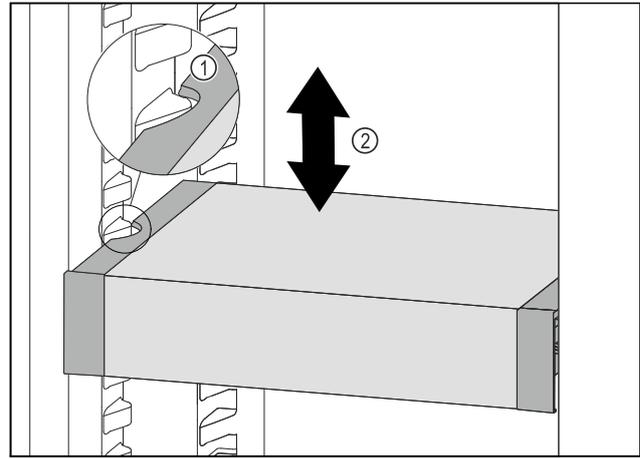

Fig. 82
- ▶ Tire del VarioSafe hacia delante hasta que las cavidades laterales del VarioSafe estén al mismo nivel que la ranura del recipiente en el compartimento frigorífico. Fig. 82 (1)
- ▶ Mueva el compartimento VarioSafe hacia arriba o hacia abajo en el compartimento frigorífico hasta que alcance la altura deseada. Fig. 82 (2)